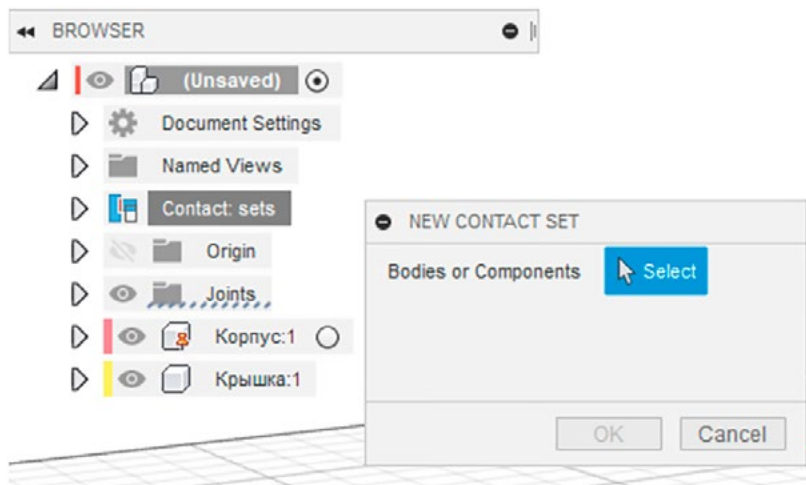

Рис. 19. Создание контактов
12. В BROWSER появилась строка CONTACT (контакты), кликните ПКМ и добавьте новый контакт (рис. 19). Далее стрелкой мыши укажите на компоненты «Корпус» и «Крышка» и нажмите ОК. После этого крышка будет правильно перемещаться по пазу.